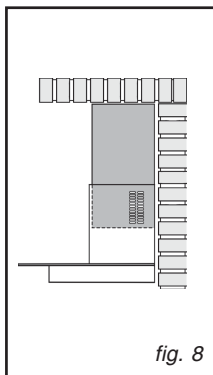

fig. 8
- Bei der Abluftversion ist das obere Rohr umzudrehen, damit sich die Luftaustrittsgitter unten befinden (Abb.8).